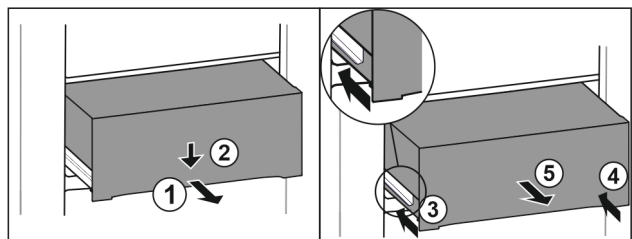

Fig. 156
- ▶ 将抽屉拉出一半。 Fig. 156 (1)
- ▶ 朝下按压正面的抽屉。 Fig. 156 (2)
- ▶ 将左侧轨道推入大约 2 cm。 Fig. 156 (3)
- ▶ 将右侧轨道推入大约 2 cm。 Fig. 156 (4)
- ▶ 朝前取出抽屉。 Fig. 156 (5)